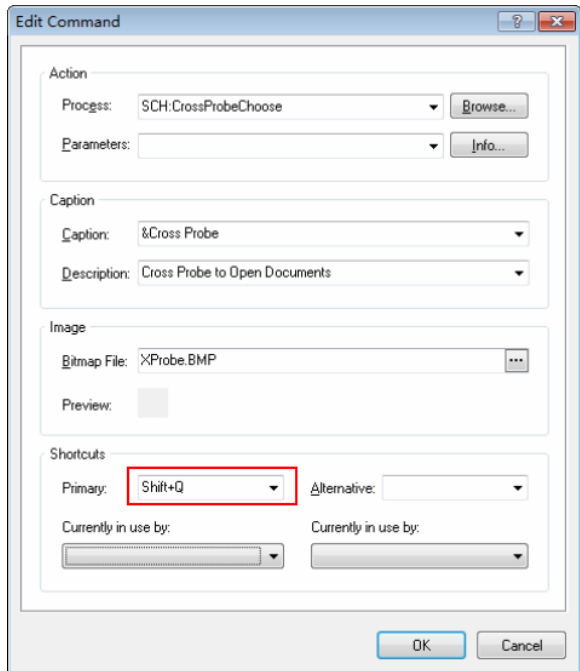

图 3-27 编辑命令对话框
(1) 执行菜单命令 DXP » Customize，打开 Customizing Sch Editor 对话框。在左边 Categories 列表中选择 Tools，在右边 Commands 列表中选择 Cross Probe。
(2) 单击 Edit 按钮，打开编辑命令对话框，如图 3-27 所示。单击 Primary 栏位，使其处于编辑状态，按下 Shift + Q 键，可以发现该栏位出现 Shift + Q。
(3) 单击 OK 按钮，返回 Customizing Sch Editor 对话框，单击 Close 按钮退出。完成快捷键的定义。